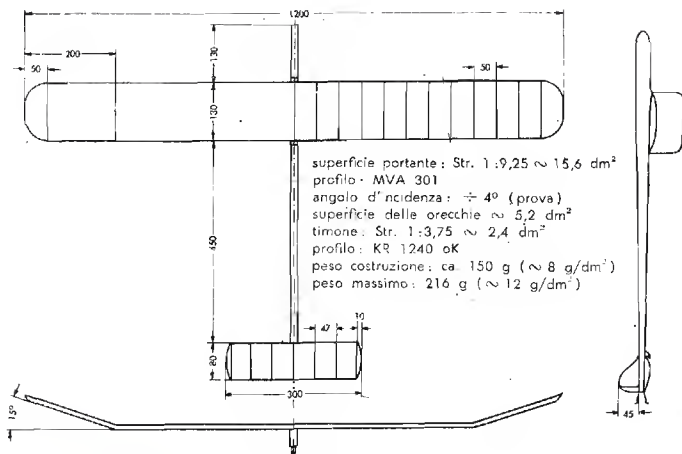
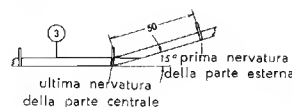

Fig. 547. Le misure principali del nostro modello.
Fig. 548. Come si uniscono le tre parti dell'ala col longherone principale.
Ora dobbiamo disegnare in scala 1:1, secondo lo schema (fig. 547), uno schizzo del piano alare, per potervi montare le singole parti. L'ala è formata da tre parti costruite separatamente. Prepariamo e montiamo per primo il longherone principale (3) per la piegatura delle estremità. L'angolo di piegatura sarà di 15°. Le parti esterne verranno collegate alla parte centrale (fig. 548), senza essere incollate. Si dovrà fare attenzione che il taglio, per inserirvi le centine, sia fatto bene a squadra.